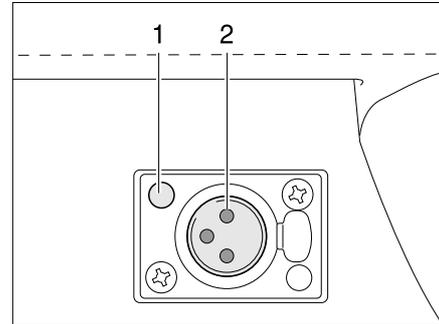

Bild 95 Steckdose
- Stecker im Fuß der Steckleuchte in die Steckdose (Bild 95,1) stecken, bis er hörbar einrastet. Dabei auf die Position der Kontakte (Bild 95,2) achten.